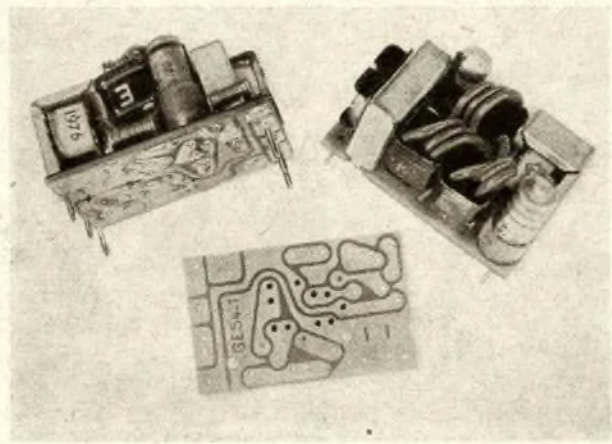

Bild 4: Gegentakt-Endstufe mit Treiber GES 4-1. Der Aufbau läßt die Art der Montage der Kondensatoren erkennen
3. Für die Elkos liegt den Beuteln Isolierschlauch bei. Es kann notwendig werden, diesen vor dem Überziehen mit der Justierzange in Lötcolbennähe etwas zu weiten. Die engen Aufbauten von KRS 1 und 2NV 1 erschweren die Verwendung des Schlauches. Dort können die Kondensatoren aber auch mit einer bis zwei Lagen Klebefolie oder Papier umhüllt werden. In der GES 4-1 schließlich benutzt man den Schlauch nur als Manschette, der die senkrecht stehenden Kondensatoren stabilisiert (Bild 4).